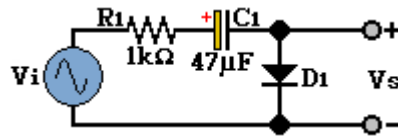

Figura 4.4
- Arme el circuito de la figura 4.4. Si  $V_i$  es una señal senoidal de 12Vpp a 1kHz. Dibujé las señales  $V_i$  y  $V_s$  en papel milimétrico, observando cuidadosamente el nivel de tierra.
- Dé una breve explicación de la función del capacitor  $C_1$  en el circuito sujetador de la figura 4.4.
- ¿A qué valor de voltaje de CD “sujeta” a la senoidal el circuito de la figura 4.4? y ¿cuál es la causa?